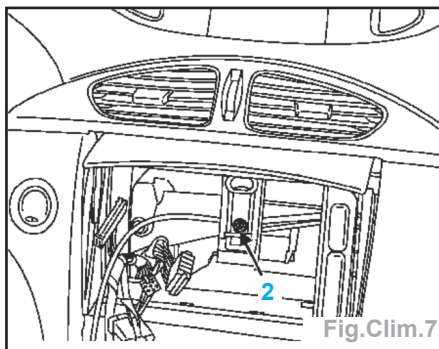

Fig.Clim.7
- la vis de fixation de la planche de bord (2) (Fig.Clim.7),